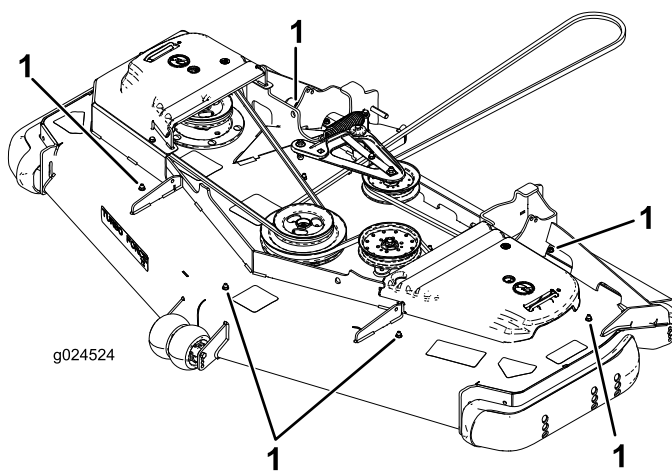

Figure 1
- Sur les plateaux de 152 cm, retirez les 6 vis à tête hexagonale creuse (5/16-18 x 3/4 po) et les écrous à embase Nyloc qui occupent les trous de montage dans le plateau (Figure 1).
6. Fixez le déflecteur « kicker » correct à chaque chambre (Figure 1) au moyen d'un boulon de carrosserie (3/8-16 x 7/8 po) et d'un écrou à embase (3/8-16).